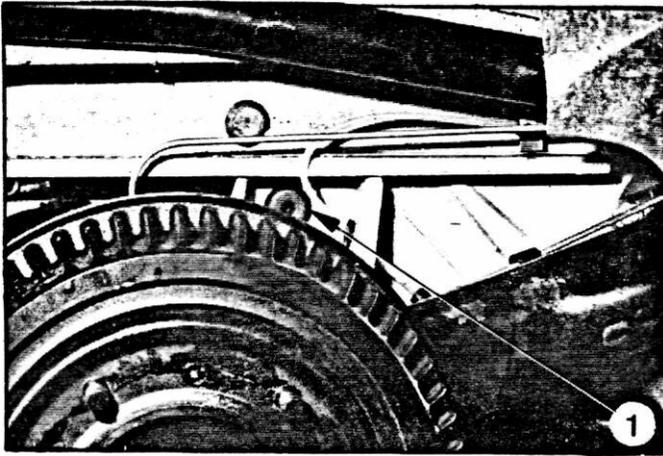

Abb. 24
17. Halterungen der hinteren Federelemente (rechts u. links) (Abb. 24)